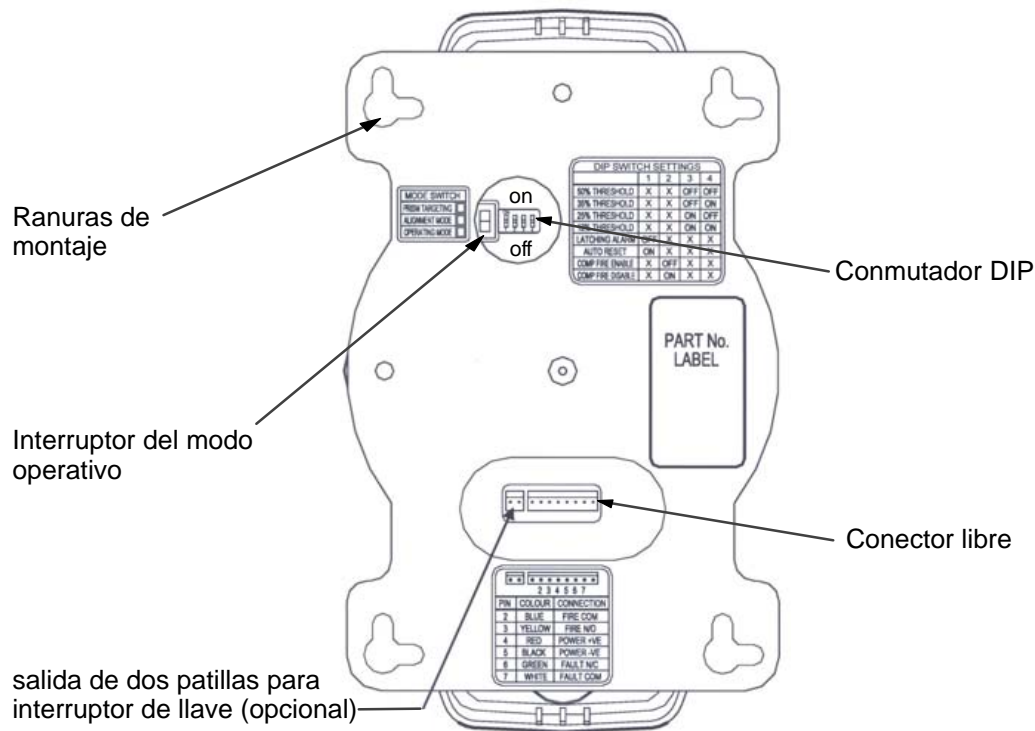

Fig. 2: Parte trasera del detector con conector libre, interruptor del modo operativo y conmutador DIP
- Las ranuras de montaje (ver fig. 2), que están posicionados a un ángulo de 90°, permiten el montaje vertical u horizontal del detector.
- Iniciar el modo «Alineación del prisma» colocando el interruptor del modo operativo (ver Fig. 2) hacia arriba (si el detector está montado de forma vertical) o hacia la derecha (si el detector está montado de forma horizontal).